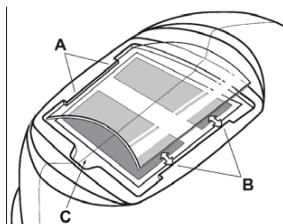

Figura 1
**Reemplazo de la Cubierta Frontal:** Remplace el lente de la cubierta frontal si está dañado – cuarteado, sucio o perforado. Coloque su dedo o pulgar en el hueco (C) en el borde inferior del lente de cubierta y flexione el lente hacia arriba hasta soltarlo de los bordes marcados como A y B. (Consulte la figura 1). Utilice sólo los lentes de cubierta frontales de reemplazo especificados en este manual.